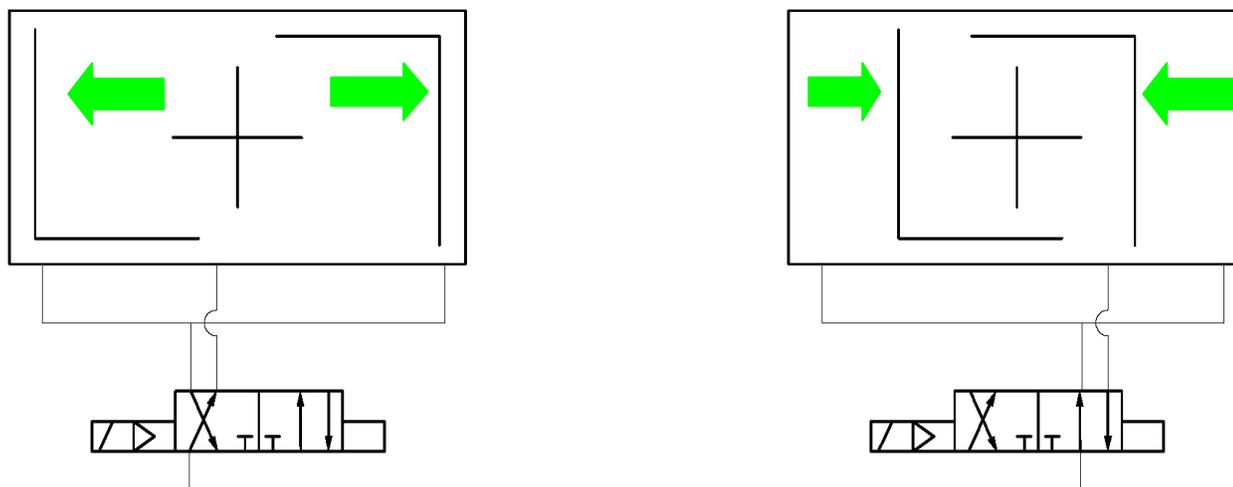

Figura 1: schemi elettrici per azionamenti a doppio effetto EBx.1 SYD
- ▶ azionamenti a doppio effetto EBx.1 SYD sono rappresentati in figura 1,